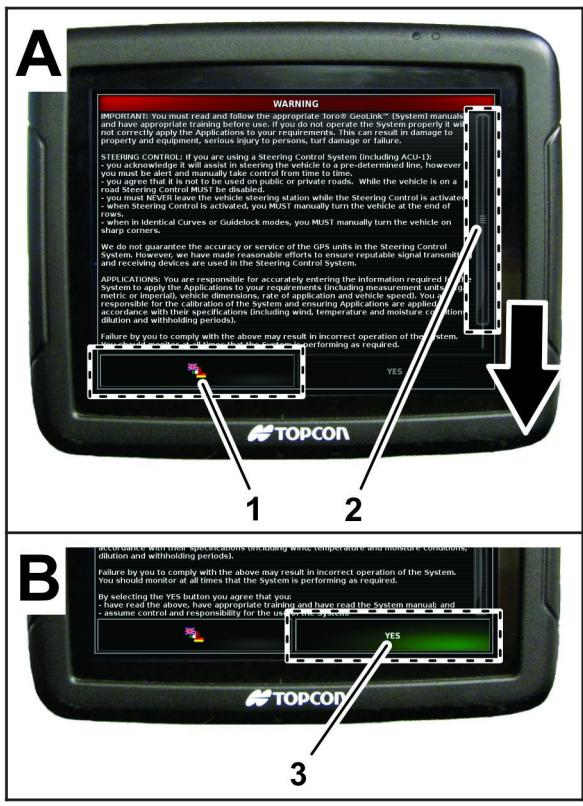

Figura 14
1. Se necessário, pressione o ícone idiomas para alterar o idioma de exibição da tela do X25 (Figura 14).
3. Leia o contrato de licença (Figura 14).
Utilize a barra de deslocação para navegar para a parte inferior do ecrã. O ícone de Sim muda para verde (Figura 14).
4. Carregue no ícone de SIM para aceder ao ecrã inicial (Figura 14).